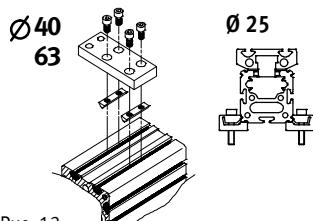

Рис. 13
- Закрепите промежуточные опоры на DGE-...-ZR-RF в соответствии с Рис. 13.